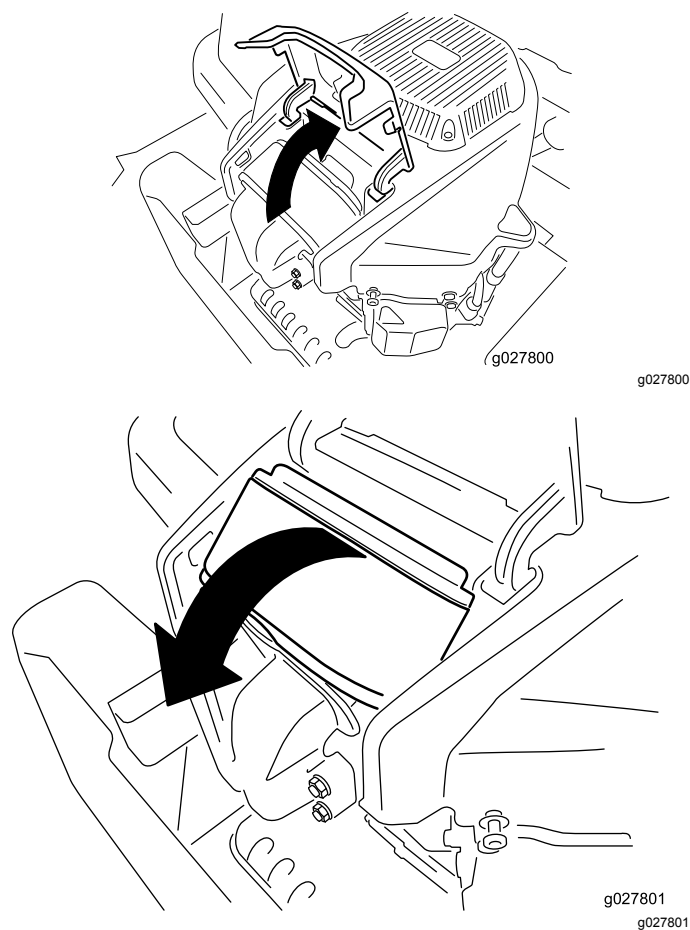

Figure 29
4. Soulevez le couvercle et faites pivoter le filtre à air hors du moteur (Figure 29).